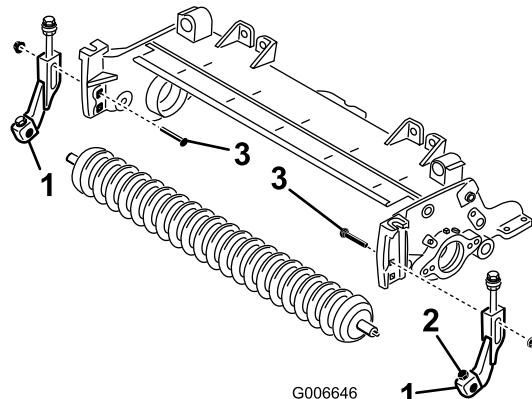

**Figure 19**
12. Retirez les boulons de carrosserie et les écrous qui fixent les supports de hauteur de coupe aux plaques latérales du plateau de coupe (Figure 19).
13. Desserrez les vis et contre-écrous qui fixent les supports de hauteur de coupe à l'arbre du rouleau avant (Figure 19).
14. Retirez les supports de hauteur de coupe et le rouleau avant des plaques latérales du plateau de coupe (Figure 19).